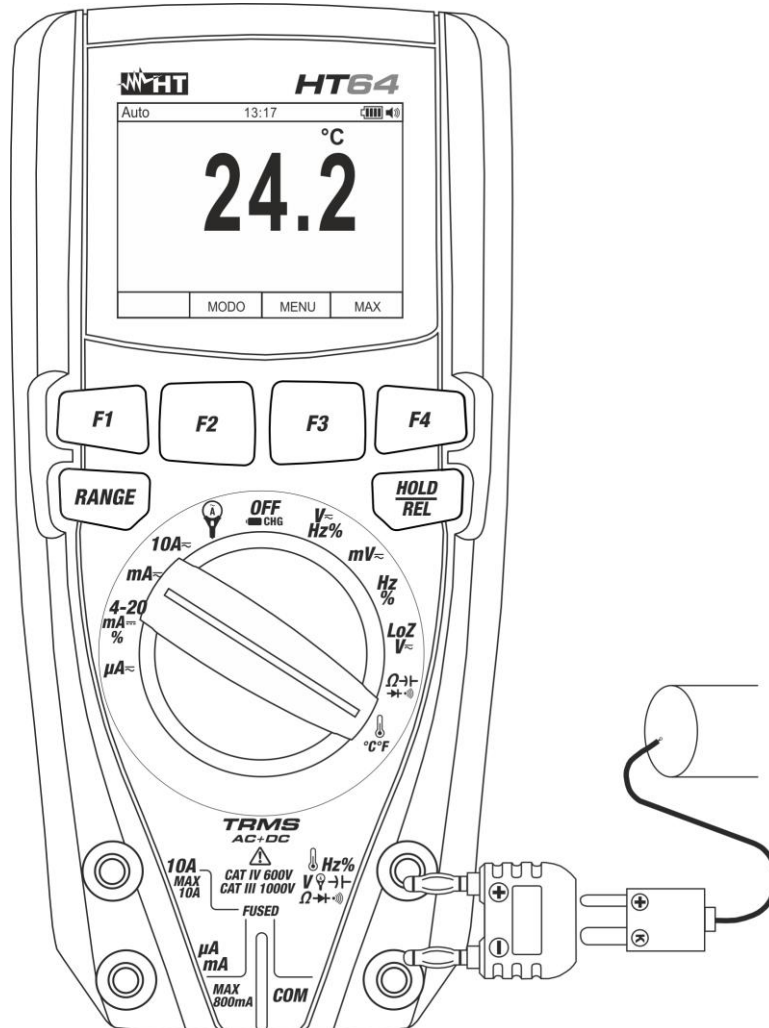

Fig. 29: Uso del instrumento para medida de Temperatura
3. Inserte el adaptador en dotación en los terminales de entrada Hz% V → I Ω → (polaridad +) y **COM** (polaridad -) (vea Fig. 29)